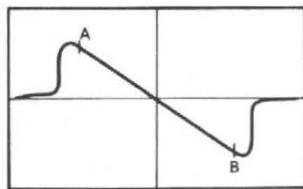
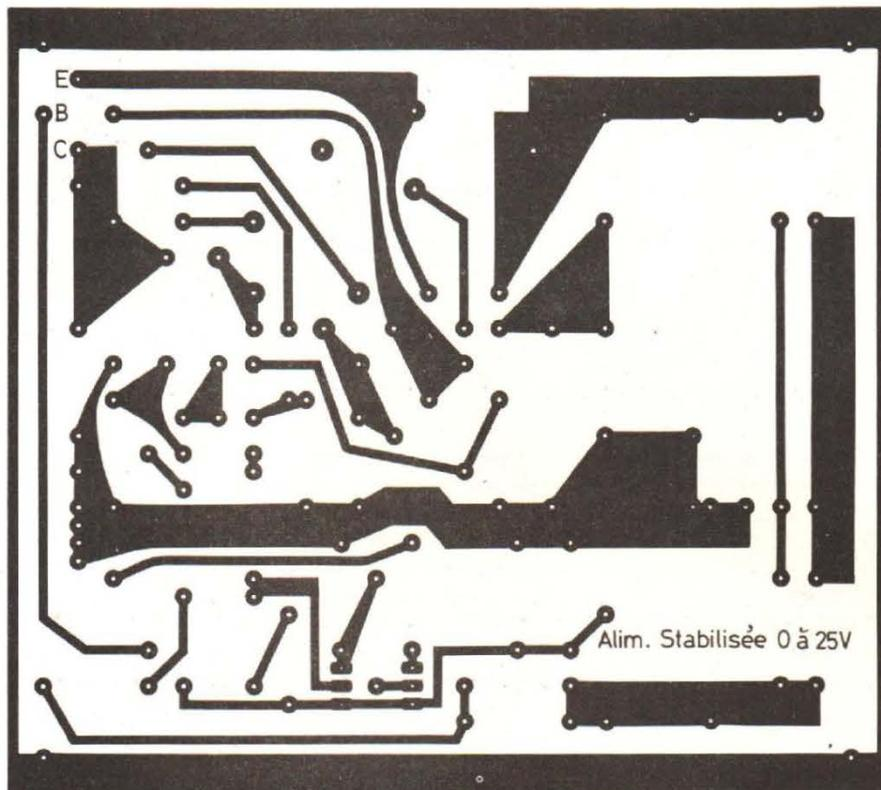
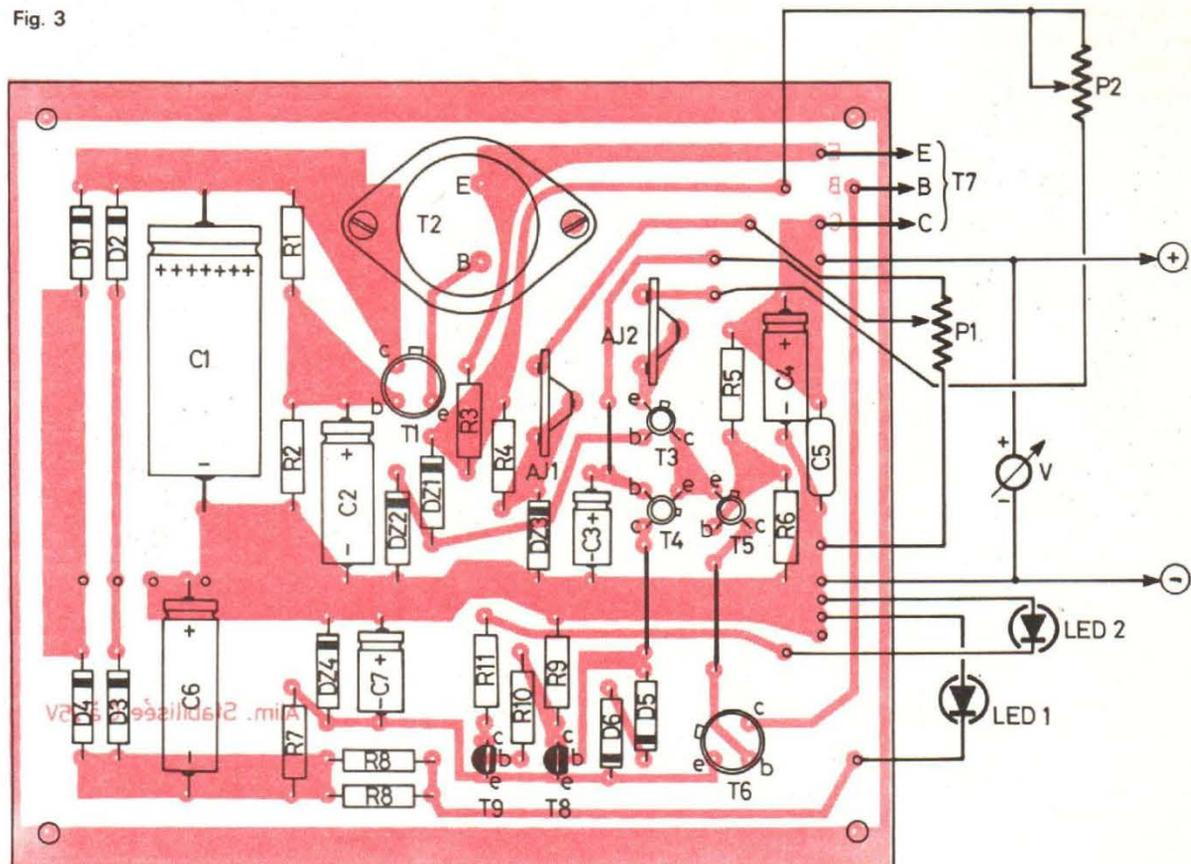
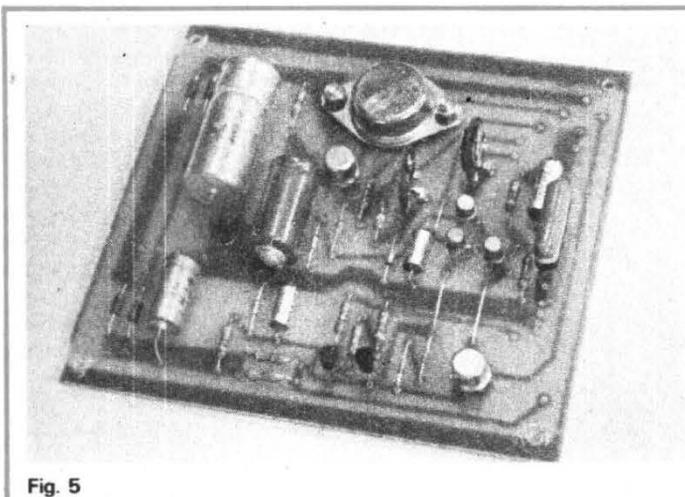

Fig. 80. - Allure approximative de la caractéristique d'un démodulateur bien réglé ; la partie AB est bien linéaire.
Fig. 3
Fig. 4
Fig. 5
-1- réglage du discriminateur (plus exactement du démodulateur en quadrature) par le noyau de L_2 figure 5
appliquer du 50 Hz (en provenance d'un petit transfo délivrant du $6,3\text{ V}$ par exemple) sur l'entrée ∞ et sur l'entrée ampli H de l'oscilloscope. Souder un petit fil isolé sur le curseur de P_1 et l'approcher de l'entrée de l'ampli FI sans lui faire faire contact. Brancher l'entrée de l'ampli vertical de l'oscillo sur la sortie BF juste après le démodulateur (en 6 de IC_1 figure 5 dans notre cas). Mettre P_3 côté masse (modulation à zéro) et ajuster P_2 pour lire au fréquencemètre la valeur de FI indiquée sur vos filtres à 10% près ; augmenter alors légèrement P_3 ; l'indication du fréquencemètre ne veut plus rien dire mais vous devez voir apparaître sur l'oscillo la courbe caractéristique du démodulateur (voir fig. 80) ; parfaire alors le réglage de L_2 pour obtenir la plus belle allure possible. La partie oblique doit être très linéaire. De temps en temps remettre P_3 à zéro pour vérifier la fréquence centrale d'oscillation qui peut avoir un peu varié.
L'option que nous venons d'exposer, nous a conduit au circuit imprimé représenté, par sa face cuivrée, dans la figure 3. La figure 4, complétée par la photographie de la figure 5, explicite l'implantation des composants.